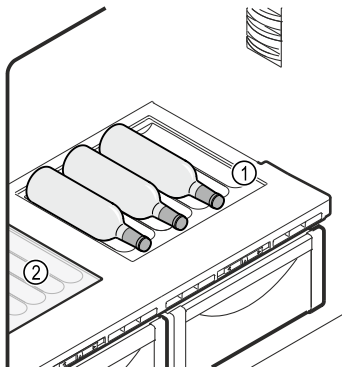

Fig. 54 Beispielhafte Darstellung
- ▶ Eine Glasplatte oder beide Glasplatten (1) an der Aussparung vorne anheben und herausnehmen.
- ▶ Glasplatte Fig. 54 (2) unter der variablen Flaschenablage einlegen.